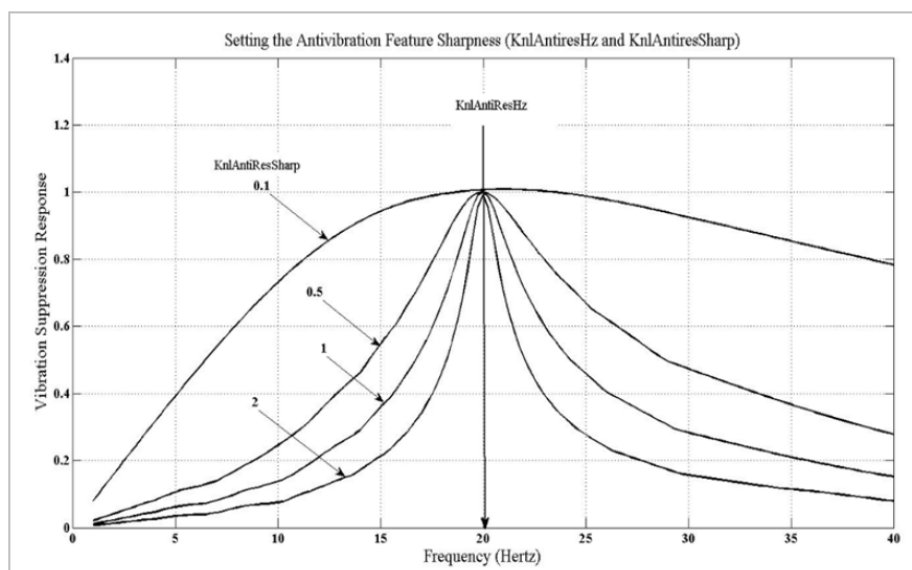

图 3-20 NLANTIVIBSHARP3 对比图
(3) 在 FFT 图中, 以峰值、主值或者谐振处设置参数 NLANTIVIBHZ3, 上图中 NLANTIVIBHZ3 设为 46.02。
(4) 通过比较 FFT 轨迹对话框图像和图 3-20, 目视估算窄带滤波器的谐振锐度, 设置参数 NLANTIVIBSHARP3。